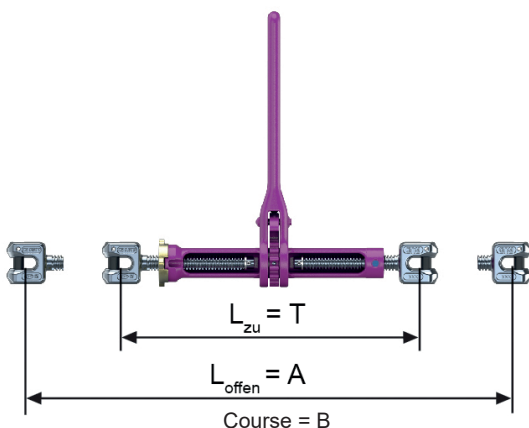

Fig. 8: Dimensions du ICE-CURT-GAKO
En cas d'utilisation avec des chaînes d'arrimage, les ICE-CURT-(K)-GAKO doivent être installés en position ouverte (A) (Fig. 8). C'est la seule façon d'utiliser toute la tension (B | course).